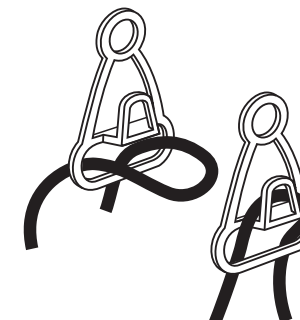

Рисунок 3
- 4.4** Вставьте штекер удлинительного кабеля в гнездо на блоке выключателя. Вставьте петлю удлинительного силового кабеля в фиксатор 5 (рис.3), расположенный на рукоятке, и сделайте так, чтобы кабель слегка провисал между фиксатором 5 и блоком выключателя. Таким образом, случайное размыкание электрической цепи будет исключено.